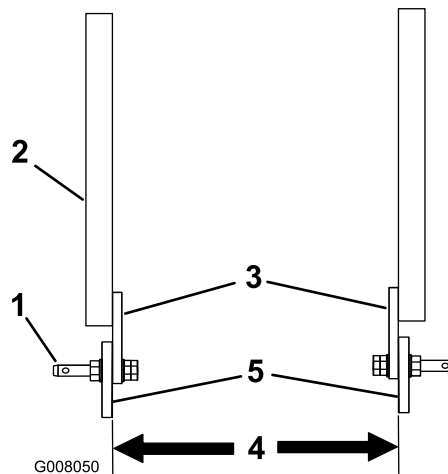

Figure 2
- Si la distance entre les pattes de montage inférieures de l'aérateur est comprise entre 52,7 et 57,5 cm (aérateurs ProCore 660 & 880), positionnez les axes d'articulation dans les bras de support avec les pattes de montage à l'intérieur, comme illustré à la Figure 2.